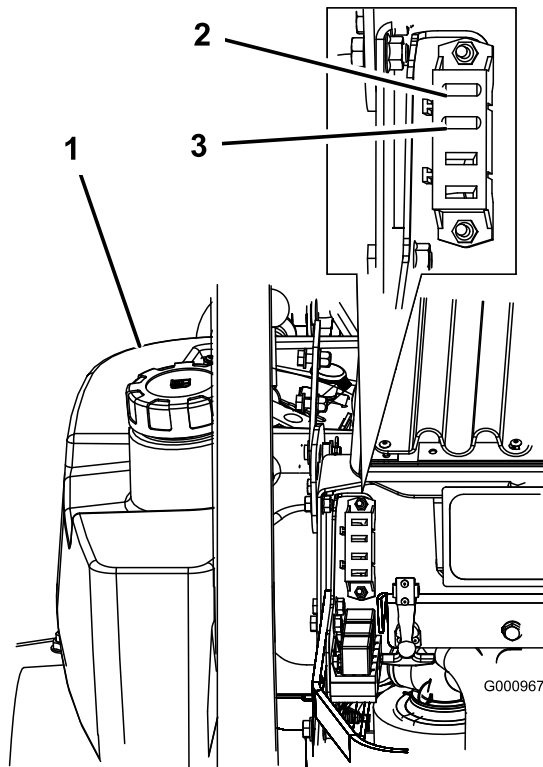

Bild 46
1. Entriegeln Sie die Motorhaube und heben Sie sie an, um die Sicherungsfassung zugänglich zu machen (Bild 46).
3. Setzen Sie eine neue Sicherung ein (Bild 46).